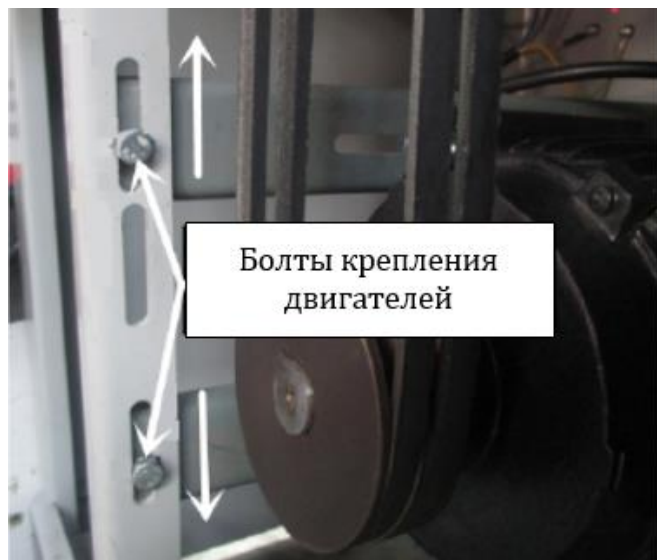
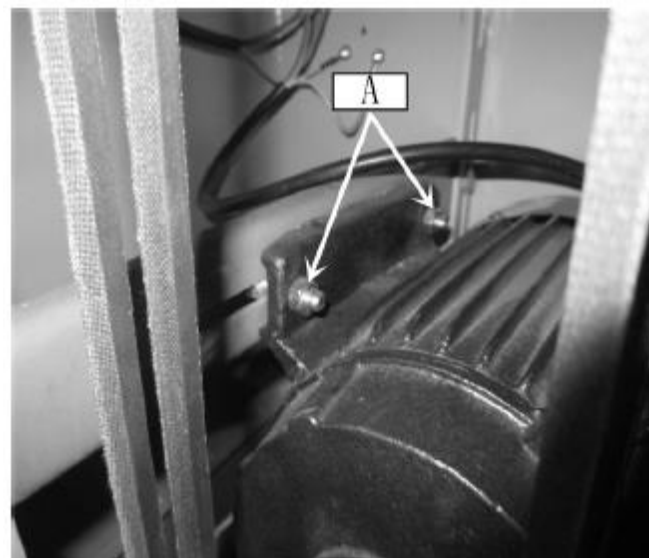

Рис. 5
Рис. 6
3. Осторожно сдвинуть двигатель вниз, поместить клиновые ремни в канавки шкива двигателя, натянуть клиновые ремни под действием веса двигателя (рис. 5).
4. Проверить выравнивание торцов шкивов двигателя и режущего вала (рис. 5), отсутствие соприкосновения ремня и поверхностей отверстия в основании. Если шкивы не выровнены, ослабить болты (А, рис. 6) на основании двигателя и перемещать двигатель до тех пор, пока шкивы не будут выровнены. Затянуть болты.
5. Ремень считается натянутый правильно, когда при давлении пальцем на середине ветви ремня между двумя шкивами он отклонится на 12,7 мм. Если ремень натянут слишком слабо, ослабить болты крепления двигателя (рис. 5) на крепёжной плите и переместить плиту вниз. После натяжения ремня затянуть болты.